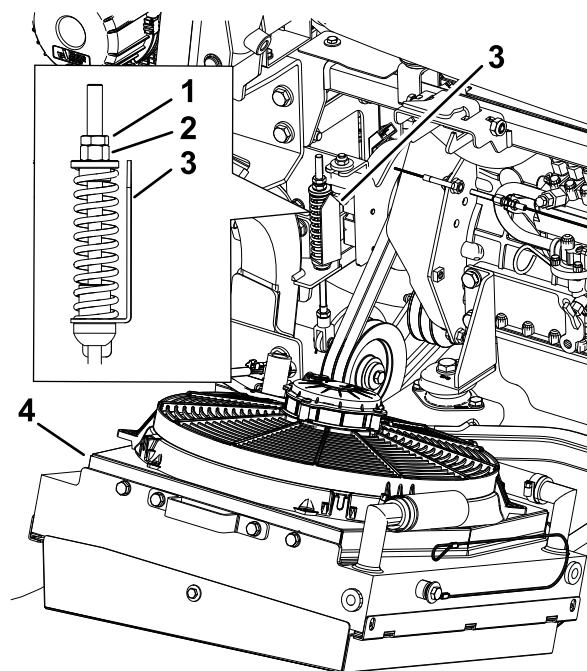

Figure 78
d'indication de tension soit alignée sur la surface extérieure de la rondelle (Figure 78).
1. Placez les courroies de PDF sur les poulies (Figure 78).
8. Amenez la poulie de tension vers le haut et retirez les courroies de la machine (Figure 78).